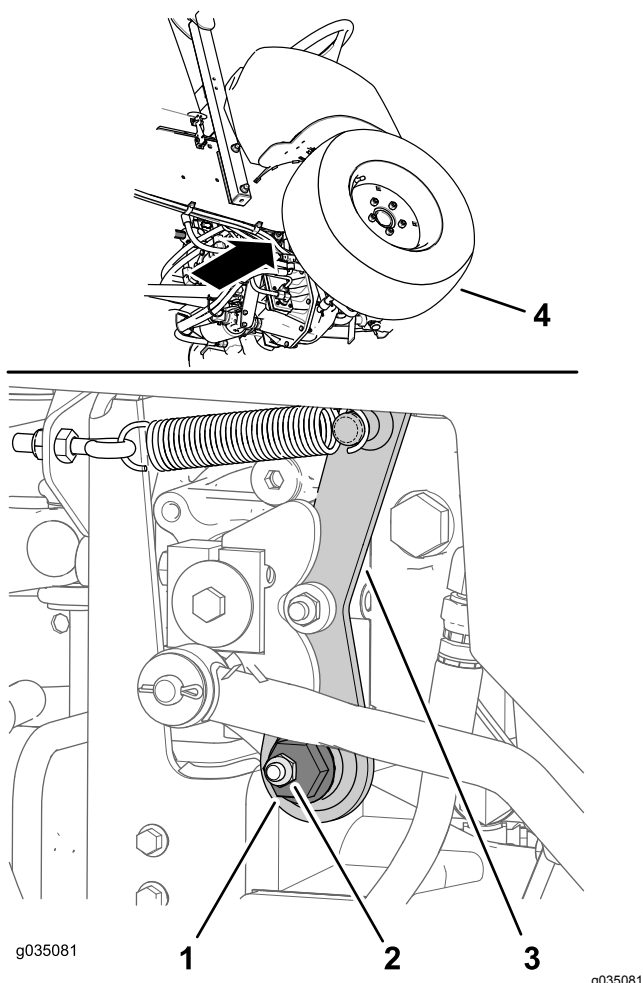

Figure 67
1. Localisez la partie hexagonale de l'excentrique à droite de la pompe hydraulique et sous la console de commande (Figure 67).
2. Desserrez l'écrou de fixation jusqu'à ce qu'il soit possible de déplacer la partie hexagonale de l'excentrique (Figure 67).
avant commence à tourner en avant. Tournez ensuite la partie hexagonale de l'excentrique dans le sens horaire jusqu'à ce que la roue avant commence à tourner en arrière (Figure 67).